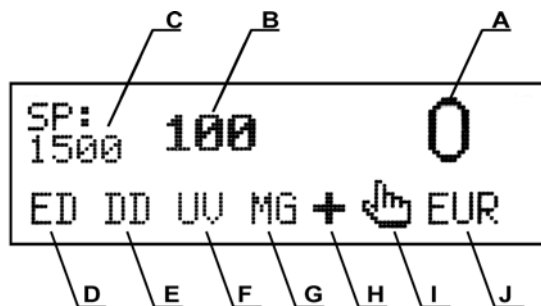

Fig 3
1 L'écran de l'opérateur affiche les informations suivantes (voir la Fig.3):
2 **"CUR"** Touche de sélection de la devise : USD – EURO – "La devise n'est pas choisie". En appuyant sur la touche **"CUR"** vous pouvez changer la devise. La devise en cours est affichée sur l'écran de l'opérateur (voir la Fig. 3-J). Si l'écran n'affiche aucune information sur la devise, celle-ci n'a pas été choisie.
3 **"CF"** Touche de commutation des fonctions de détections. Pour activer la fonction suivante de détection, appuyez sur la touche **"CF"**. Les détections sont programmées dans l'ordre suivant : "ED, DD, UV, MG, IR" (voir la Fig. 3-D, 3-E, 3-F, 3-G). Si pour ce modèle de compteur de billets, tous les modes de détection ont déjà été sélectionnés, en appuyant sur la touche **"CF"**, tous les modes de détection sont désactivés.
5 **"CLR"** Touche de remise à zéro du mode mise en liasses. En appuyant sur cette touche, la valeur de mise en liasses sélectionnée est remise à zéro (voir la Fig. 3-B) et vous quittez le mode mise en liasses.
En appuyant sur cette touche, la fonction d'ajout est activée (le voyant lumineux correspondant est allumé) (voir la Fig. 3-H). En appuyant une deuxième fois sur cette touche, la fonction d'ajout est désactivée.
7 **"MUL"** Touche de sélection du début de comptage automatique ou manuel. Si le départ est manuel (le voyant est allumé – voir la Fig. 3-I), le comptage débute dès que la touche **"START/STOP"** est appuyée. Si le départ est automatique le comptage débute dès que les billets à compter sont déposés dans le bac de départ.
du comptage (comptage d'un nombre défini de billets) (voir la Fig. 3-B). En appuyant sur l'une des touches numériques, le mode mise en liasses est activé automatiquement.
10 "**SP**" Touche de modification de la vitesse de comptage: 800/1000/1200/1500. Chaque pression sur la touche "SP" modifie la vitesse de comptage. La vitesse en cours est indiquée sur l'écran de l'opérateur (voir la Fig. 3-C).
Cette fonction permet de détecter des billets ou un billet dont la largeur est différente des autres billets à compter. Si la compteuse détecte un billet dont la largeur est différente (plus de 4mm avec un niveau de sensibilité de DD=3) par rapport à celle des autres billets, le comptage est arrêté et le billet de la largeur différente se trouve au-dessus de la liasse dans le bac de réception (Fig. 1-3). Par défaut la détection largeur du billet est activée pour tous les modèles des compteuses de billets de la série PRO 100. Pour activer/désactiver cette fonction, appuyez sur la touche "**CF**" jusqu'à ce que l'écran affiche/n'affiche pas "DD" (voir la Fig. 3-E).
La compteuse contrôle automatiquement le niveau de réflexion des billets aux rayonnements ultra-violet. Si le niveau de réflexion aux UV est différent, le comptage s'arrête et l'écran affiche une erreur. Le billet suspect se trouve au-dessus de la liasse dans le bac de réception. En cas de détection d'un billet de ce type, il convient de contrôler son authenticité. Attention, le niveau de réflexion des rayonnements ultraviolets peut être également élevé sur des billets de banque authentiques qui ont été soumis par hasard à l'impact de milieux agressifs. Pour activer la détection UV, appuyez sur la touche "**CF**" jusqu'à ce que l'écran de l'opérateur affiche "UV" (voir la Fig. 3-F).
Cette fonction est destinée à contrôler l'Euro et le Dollar US. La compteuse de billets contrôle automatiquement la présence d'encres magnétiques sur les billets. Si les encres magnétiques sont absents, le comptage s'arrête et l'écran affiche l'erreur. Le billet suspect se trouve au-dessus de la liasse dans le bac de réception. En cas de détection d'un billet de ce type, il convient de contrôler son authenticité. Pour activer la détection MG, appuyez sur la touche "**CF**" jusqu'à ce que l'écran de l'opérateur affiche "MG" (voir la Fig. 3-G). Ensuite, à l'aide de la touche "**CUR**" il convient de sélectionner la devise à contrôler (EURO, USD).
- L'écran (Fig. 3-A) indique le résultat du comptage effectué